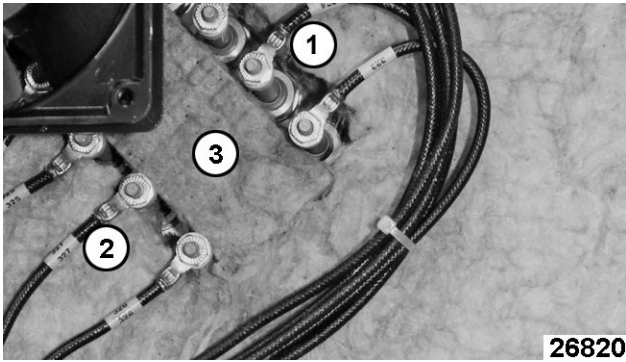

Fig. 94
- Outer Elements (1, Fig. 94).
- Inner Elements (2, Fig. 94).